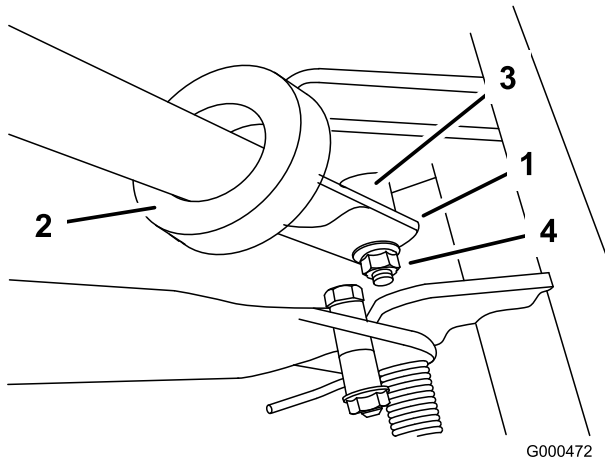

図 5
2. ハンドル・サポート・アームの溝にハンドルを差し込む(図5)。
3. 左右のハンドル端を内側に押し縮めるようにして、ピボット・ピンの段部に取り付ける (図 5)。
4. フランジ・ロックナットを使って、ハンドルをキャップスクリューとピボット・ピンに固定する (図 5)。